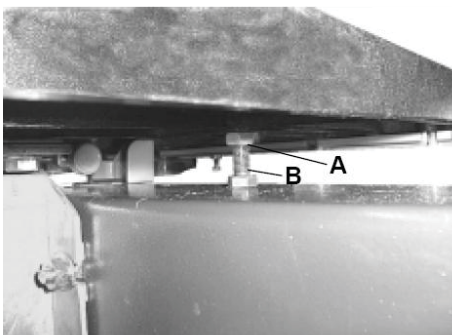

Рис. 10
- Чтобы выставить стол, ослабьте стопорную гайку (B), затем отрегулируйте винт (A).
- Снова затяните стопорную гайку (B), зафиксировав положение стола (Рис. 10).